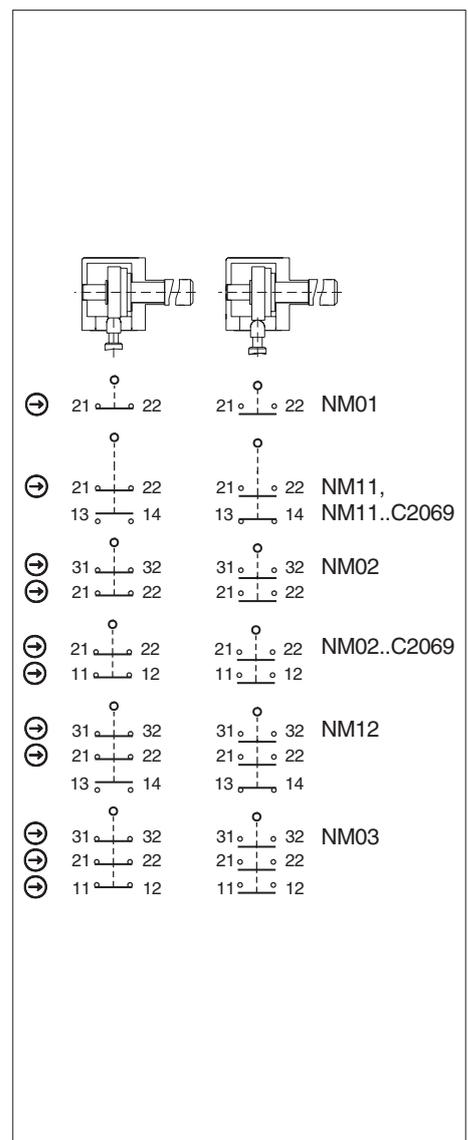

Bild 3: Schaltelemente und Schaltfunktionen
Es muss mindestens ein Kontakt  $\ominus$  verwendet werden. Dieser signalisiert die Stellung der Schutzvorrichtung (Kontaktbelegung siehe Bild 3).
3. Anschließen und Klemmen mit 0,5 Nm anziehen (Kontaktbelegung siehe Bild 3).